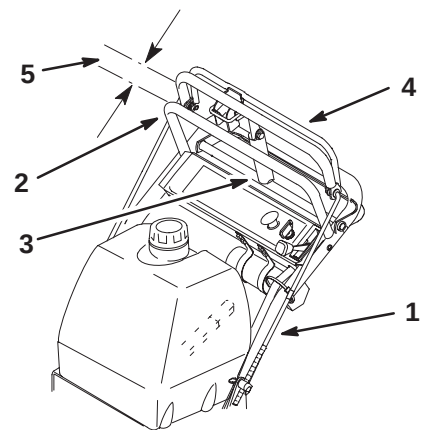

Bild 9
3. Kontrollieren Sie den Abstand zwischen dem oberen Antriebsbügel und dem starren Bügel, während der Radantrieb voll eingekuppelt ist. Der Abstand sollte 25 bis 32 mm betragen (Bild 9).